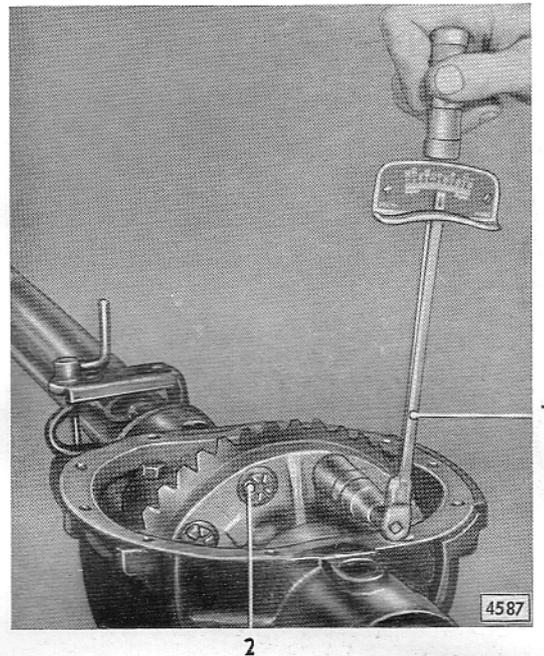

Bild D 36 - Vorspannung der Ausgleichgehäusekegellager messen
6. Ausgleichgehäuse mehrere Umdrehungen drehen, damit die Ausgleichgehäusekegellager sich setzen. Die Vorspannung der Kegellager mit einem Drehmomentschlüssel an einer der Tellerradbefestigungsschrauben, wie in Bild D 36 gezeigt, messen. Die Lagervorspannung muß **34–46 kpcm** bei **neuen** Kegellagern oder **23–34 kpcm** bei **bereits gelaufenen** Kegellagern betragen, wobei der Drehmomentschlüssel in der Verlängerung des Tellerradradius an der betreffenden Befestigungsschraube anzusetzen ist.